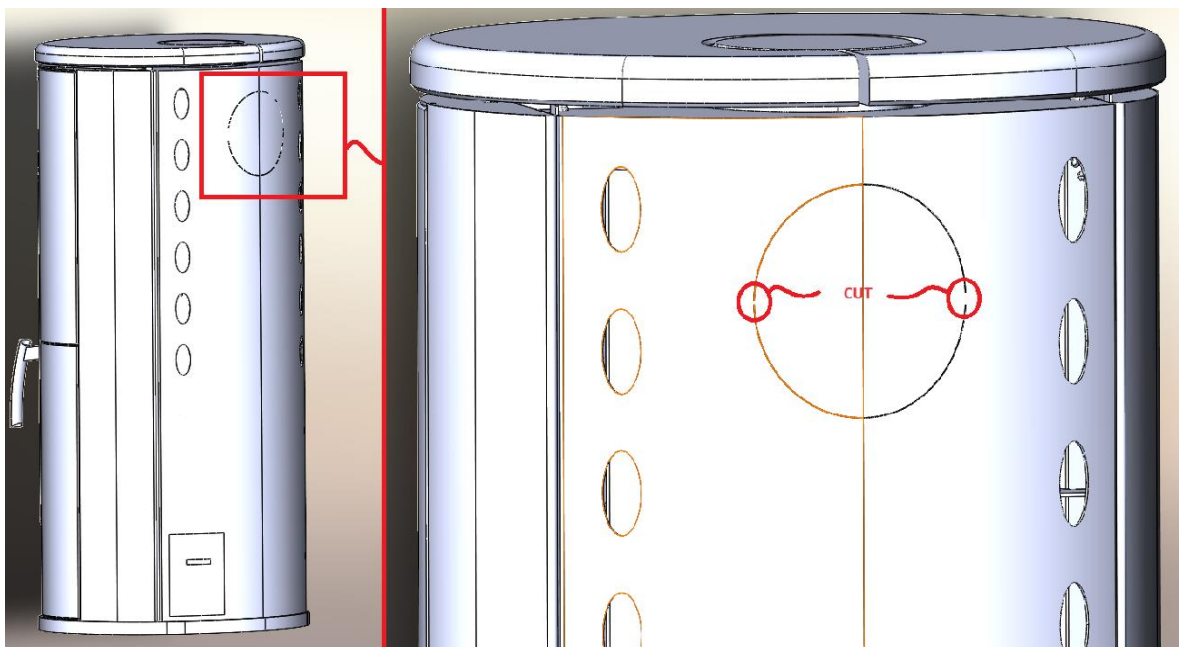

Figure 1 Sectionnement des micro-connexions au dos
2. Figure 1 Sectionnement des micro-connexions au dos	Page 5